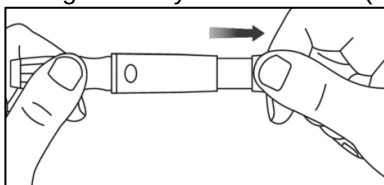

Fig. 5.21
Paso 6: Tire del cilindro de armado hacia atrás para configurar el dispositivo de punción. Es posible que escuche un clic. El dispositivo ahora está cargado y listo para obtener una gota de sangre de la yema del dedo. (Consulte la Fig. 5.21).